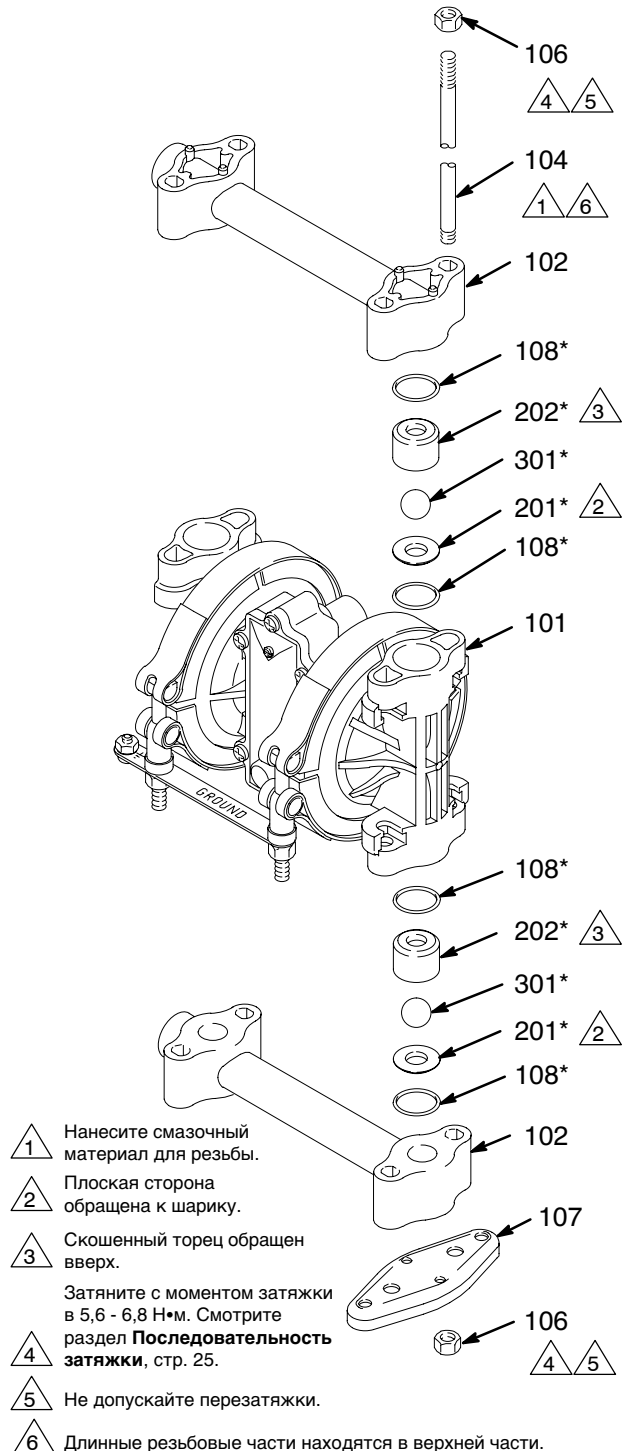

Рис. 13
2. С помощью торцевого ключа на 1/2" открутите гайки (106), удерживающие верхний коллектор (102) на крышках (101). Снимите коллектор с насоса. См. Рис. 13.
3. Извлеките наружное кольцевое уплотнение (108), направляющую шарика (202), шарик (301), седло (201) и внутреннее кольцевое уплотнение (108) из каждой крышки.
4. Переверните насос. Вытащите стяжные шпильки (104) из насоса, оставив четыре гайки (106) на шпильках. Снимите ножки (107) и нижний коллектор (102).
5. Извлеките наружное кольцевое уплотнение (108), седло (201), шарик (301), направляющую шарика (202) и внутреннее кольцевое уплотнение (108) из каждой крышки (101).
7. Снова соберите впускные шаровые обратные клапаны в нижней части насоса, соблюдая все примечания на Рис. 13. Убедитесь, что шаровые обратные клапаны собраны **точно**, как показано на рисунке.
8. Установите нижний коллектор (102) и ножки (107) на свои места в нижней части насоса.
9. Проденьте длинные резьбовые части каждой шпильки (104) через ножки и нижний коллектор. Проталкивайте шпильки вверх через крышки (101) до тех пор, пока гайки (106) на концах шпилек не коснутся ножек. Убедитесь, что шпильки протолкнуты по всей длине. Поверните насос в вертикальное положение (шпильки компенсируют небольшое различие в посадке и будут надежно удерживать детали насоса на своих местах).
10. Снова соберите выпускные шаровые обратные клапаны в верхней части насоса, соблюдая все примечания на Рис. 13. Убедитесь, что шаровые обратные клапаны собраны **точно**, как показано на рисунке. Чтобы избежать утечек в насосе, проведите своим пальцем поверх кольцевых уплотнений (108) и убедитесь, что они посажены должным образом.
11. Установите верхний коллектор (102) и четыре гайки (106). Затяните с моментом затяжки в 5,6—6,8 Н•м. **Не допускайте перезатяжки.** Смотрите раздел **Последовательность затяжки**, стр. 25.